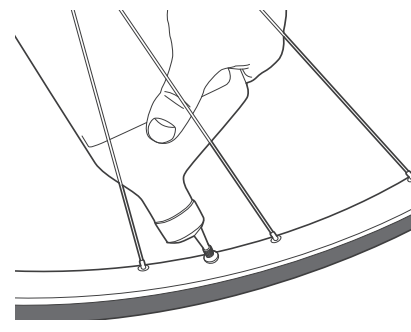

Figure 25. Versez du produit d'étanchéité par le trou de valve.
4. Versez du produit d'étanchéité par le trou de valve (Figure 25). Lisez les instructions indiquées sur le flacon du produit d'étanchéité pour savoir quelle quantité utiliser.